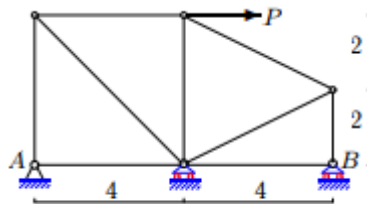

Рис. 1
2. Плоская один раз статически неопределимая ферма опирается на два подвижных и один неподвижный шарнир (рис. 1). Узел D нагружен горизонтальной силой  $P = 12 \text{ кН}$ . Размеры даны в метрах. Найти усилия в стержнях ферм. Для поиска неизвестных величин написать программный модуль. Проанализировать полученные результаты